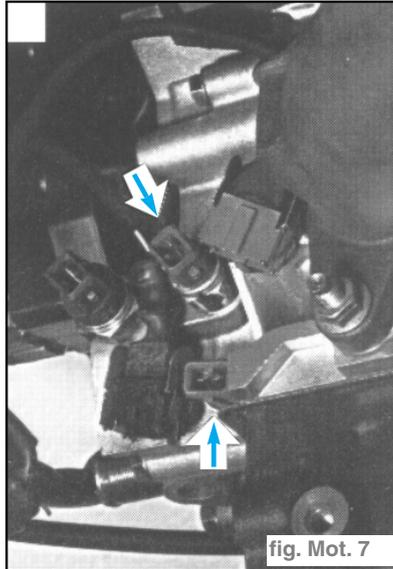

fig. Mot. 7
- Débrancher les connecteurs des deux sondes de température du liquide de refroidissement. (fig. Mot. 7)